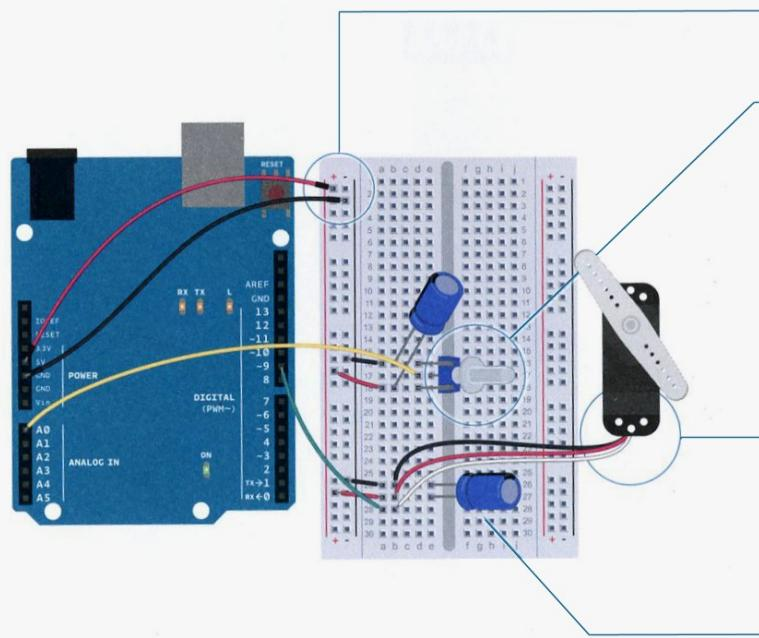

Figura 1
- 4 Cuando el servomotor empieza a moverse, consume mucha más corriente que si ya estuviese moviéndose. Esto producirá una pequeña caída de tensión en la placa. Si se coloca un condensador de 100uF entre el positivo y la masa cerca del conector del servomotor como se muestra en la figura 1, se podrá atenuar cualquier caída de tensión que se pueda producir. También se puede colocar un condensador de la misma capacidad entre los extremos del potenciómetro, entre positivo y la masa. Estos condensadores son llamados condensadores de desacoplo porque reducen, o desacoplan, los cambios causados en la línea de alimentación por los componentes del resto del circuito. Hay que tener mucho cuidado al conectar estos condensadores ya que tienen polaridad. Hay que fijarse que uno de los pins del condensador esté indicado con un signo menos (-), por tanto deberá conectarse a masa y el otro pin a positivo. Si se equivoca y coloca algún condensador con la polaridad contraria podría explotar.